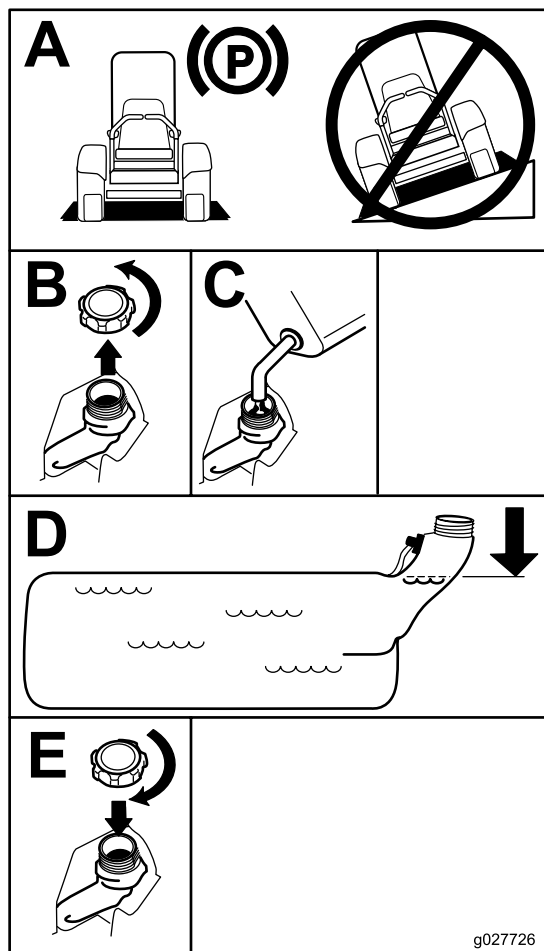

Figura 6
5. Asegúrese de dejar un espacio vacío en el depósito para permitir la dilatación de la gasolina (Figura 6).